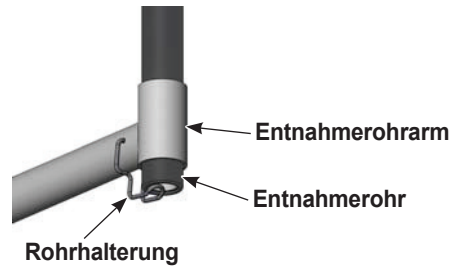

Abbildung 4-6 Verwendung der Entnahmerohrhalterung
1. Siehe Abbildung 4-6. Das Entnahmerohr anheben und die Rohrhalterung nach unten unter das Ende des Entnahmerohrs schwenken, um es am Arm in Position zu halten.